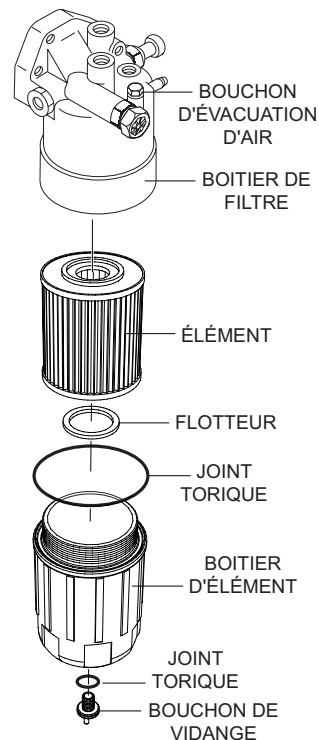

Figure 58. Remplacement des filtres à carburant
1. Utilisez une clé à filtre pour retirer le boîtier de l'élément (Figure 58) du corps du filtre à carburant.